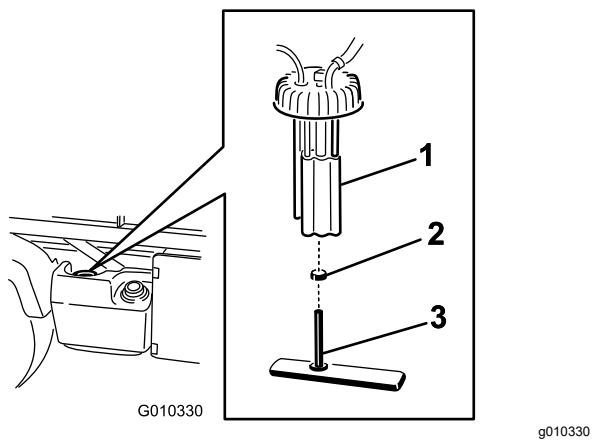

Figura 39
2. Desligue os conectores da cablagem da bomba de combustível (Figura 39).
3. Desaperte a braçadeira e desligue o tubo de combustível da tampa da bomba de combustível (Figura 39).
4. Remova a tampa da bomba de combustível da parte superior do depósito de combustível (Figura 39).
5. Retire o conjunto da bomba de combustível e o filtro de combustível do depósito (Figura 39).
7. Retire o tubo da união (Figura 39).